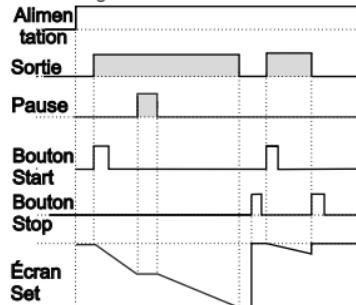

Figure 2.1
2.1.1 Si le décompte est ***dEct*** = 1 et que ***outF*** est ***b-n***, le schéma de commande sera celui illustré à la figure 2.1.